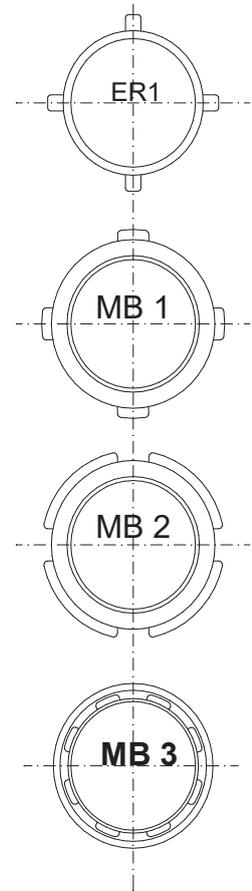

Abb. 3
- 6.4. Überprüfung, ob die Messkapsel in ihre vorgesehene Anschlusschnittstelle hineinpasst: Kennzeichnung = **MB 3**. Messkapselzähler MB 3 unterscheiden sich von früheren Typen durch die Zählwerksaufschrift Minomess MB 3, dem Gewinding mit 8 Klauen und dem innenliegenden Verschlussgewinde (siehe Abb. 3). Beim MB 1 passt Minomess MB 2 mit Umbausatz, beim MB 2 passt Messeinsatz Minomess MB 2.